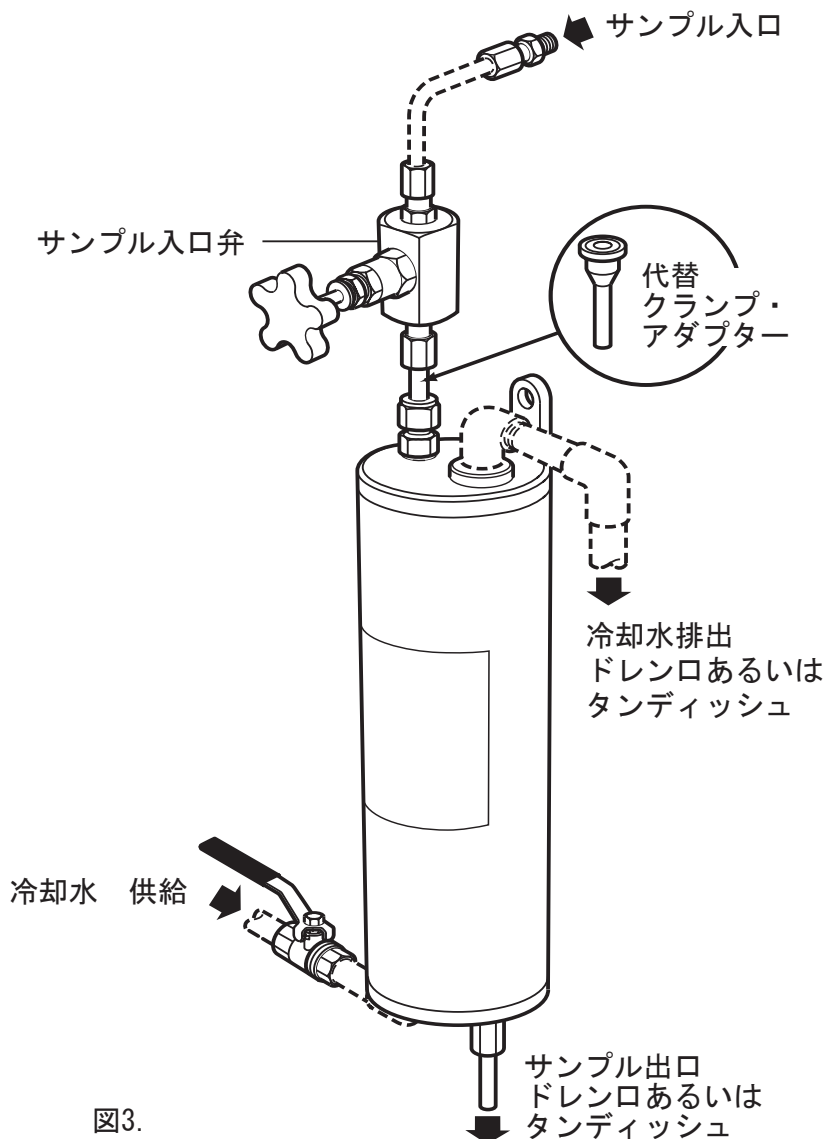

図3.
- ・ 図に示したように配管を接続してください（図3）。冷却水入口弁を経由して、15Aのパイプで、冷却水入口はサンプル・クーラーの下部に配管します。15AのBSP/NPTの雄／雌エルボーが適切なコネクターです。